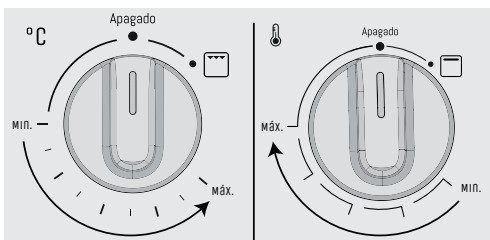

Figura 38. Selector de temperatura según modelo o referencia.
1. Con la puerta abierta, gire la perilla del selector de temperatura en el sentido contrario a las manecillas del reloj hasta la posición de máxima temperatura según referencia (Ver Figura 38).